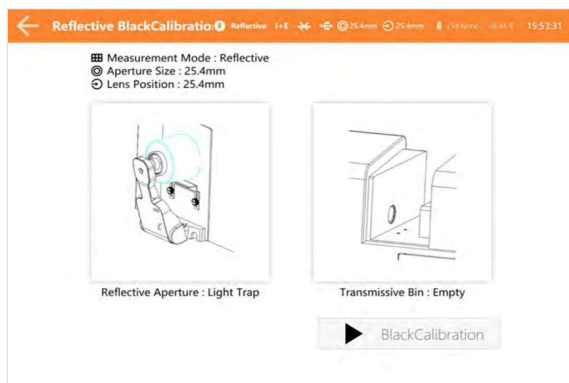

Рис.5 Калибровка черного
**Шаг 2.** Нажмите «Start Calibration», чтобы перейти к экрану калибровки черного (рис.5). Разместите полость световой ловушки в соответствии с подсказкой на экране, затем нажмите кнопку измерения, чтобы прибор начал выполнять калибровку, или нажмите «←», чтобы отказаться от калибровки.